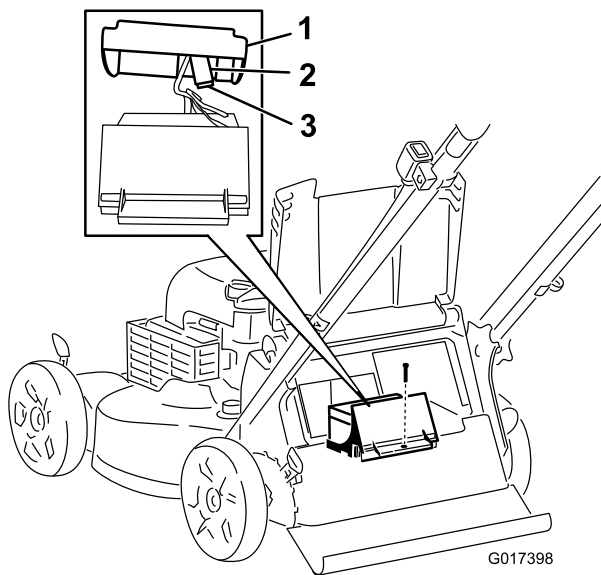

Рисунок 37
3. Снимите крепежный винт аккумуляторного отсека, выньте аккумулятор и найдите предохранитель (Рисунок 37).
- Замените плавкий предохранитель в держателе (Рисунок 37).